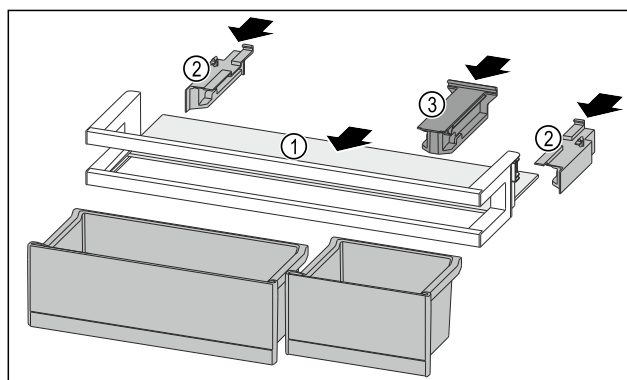

Fig. 134
- ▶ Odkládací plochu Fig. 134 (1) zasuněte do bočních vybrání.
- ▶ Boční díly Fig. 134 (2) vložte.
- ▶ Držák Fig. 134 (3) vložte.